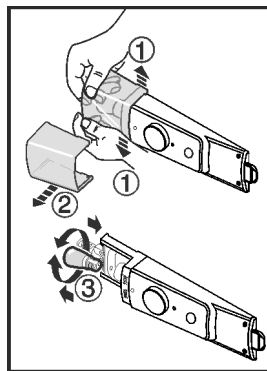

Fig. 14
- Suruge lambikate joonisel kujutatud viisil eesmise piirkonnas seestpoolt laiali Fig. 14 (1) ja tõmmake küljele maha Fig. 14 (2).
- Vahetage lamp välja. Fig. 14 (3)